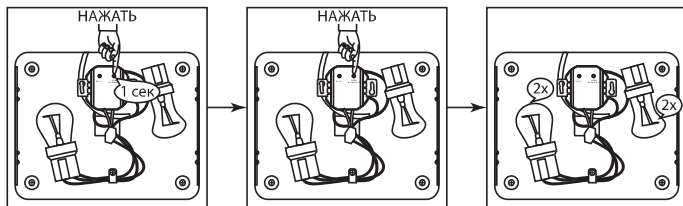

Рисунок 9. Удаление всех кодов из приемника М1
6.6. Для удаления всех кодов необходимо войти в режим программирования и далее повторно нажать на кнопку программирования. Светодиод на приемнике и подключенная нагрузка в качестве подтверждения включатся и выключатся 2 раза (рисунок 9).